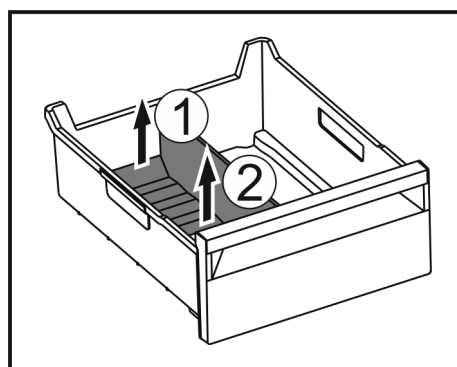

Fig. 147
- ▶ Dvignite zadnji del pregrade predala za led. Fig. 147 (1)
- ▶ Pregrado predala za led odstranite navzgor. Fig. 147 (2)